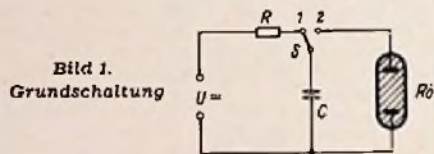
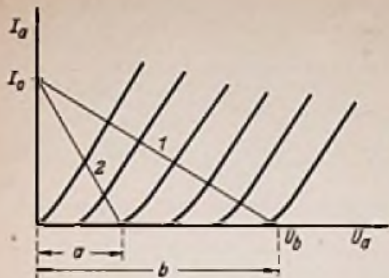

Bild 1. Grundschaltung
Bild 3. I_a-U_a -Kennlinienfeld mit Widerstandsgeraden. Wenn die Röhre nach Bild 2 geschaltet ist, liegt der Arbeitspunkt auf der Geraden 2.
Bild 1 zeigt das Grundprinzip. Liegt der Schalter S auf dem Kontakt 1, so wird der Kondensator C über den Widerstand R aus der Gleichspannungsquelle U aufgeladen. Nach Ablauf einer der Zeitkonstanten
Der Widerstand R_1 entspricht dem Widerstand R in Bild 1. Hinsichtlich der Bemessung seiner Größe sei auf die oben gemachten Angaben verwiesen. Da an diesem Widerstand bei Beginn der Aufladung von C_2 die volle Hochspannung liegt, ist eine Reihenschaltung hinreichend vieler, entsprechend kleinerer Widerstände anzuwenden. Am einzelnen Widerstand soll möglichst keine größere Spannung als etwa 0,5 kV auftreten. Im allgemeinen genügen Widerstände mit einer Belastbarkeit von etwa 1...2 W.
Der Kondensator C_2 ist der eigentliche Stoßkondensator, entspricht also dem Kondensator C in Bild 1. Seine Kapazität ist so zu wählen, daß die in ihm aufgespeicherte Arbeit den für die benutzte Entladungsröhre als zulässig angegebenen Grenzwert nicht überschreitet. Wird der Röhre eine größere Leistung zugeführt, so geht dies auf Kosten der Lebensdauer. Die in Betracht kommende Kapazität ergibt sich durch Umstellung der Gleichung (3) nach
Eine verhältnismäßig einfache Möglichkeit für diese Stillabstimmung, die man gleichzeitig mit einer Abstimmanzeige kombinieren kann, besteht bei Verwendung der Röhre EQ 80 als Demodulator. Die Grundschialtung und ihre Dimensionierung wurden bereits besprochen¹⁾. Zum Zweck der Stillabstimmung wird die Schaltung durch eine Röhre EM 4 und einen Abstimmkreis erweitert, so daß sich nun die in Bild 1 dargestellte Schaltung ergibt. Zunächst soll ihre grundsätzliche Wirkungsweise erläutert werden.
Bild 1. Schaltung einer FM-Demodulatorstufe mit der EQ 80, bei der mit Hilfe des Kreises L_3, C_3 einer Diode der EBF 80 und der EM 4 Abstimmanzeige und Stillabstimmung vorgenommen werden. Wenn das gestrichelt gezeichnete Potentiometer 1000 Ω eingebaut wird, entfällt die Verbindung xy
Der Widerstand zwischen erstem Gitter und Katode der EQ 80 soll kleiner als 100 k Ω sein. Außerdem ist das Gitter hoch- und niederfrequenzmäßig zu erden. Werden diese beiden Regeln nicht beachtet, so sinkt die abgegebene Nf-Spannung, und die Begrenzerwirkung wird schlechter. In der Schaltung (Bild 1) wurden deshalb der Gitterwiderstand zu 50 k Ω und der Entkopplungskondensator zu 0,5 μF gewählt. Für die Umladung des Kondensators von der Anode der EM 4 her ist die Zeitkonstante $T = 300 \text{ k}\Omega \cdot 0,5 \mu F = 0,15 \text{ sec}$. Sie ist noch klein genug, um ein „Verschlucken“ beim Abstimmvorgang zu vermeiden.
In Bild 3 ist zunächst die normale Widerstandsline 1 eingetragen, die man ohne R_p erhalten würde. Gemäß der oben abgeleiteten Beziehung müssen nun noch alle Werte für U_a mit $\frac{R_a + R_p}{R_p}$ dividiert werden. Man zieht also die zweite Widerstandsline so, daß $a : b = R_p : (R_a + R_p)$ wird. Längs dieser Linie 2 wird die Röhre angesteuert. In unserem Fall tritt noch eine weitere Komplikation dadurch ein, daß R_p nicht zum Minuspol, sondern zu einer negativen Vorspannung U_v führt, wie Bild 1 zeigt. Nun ist